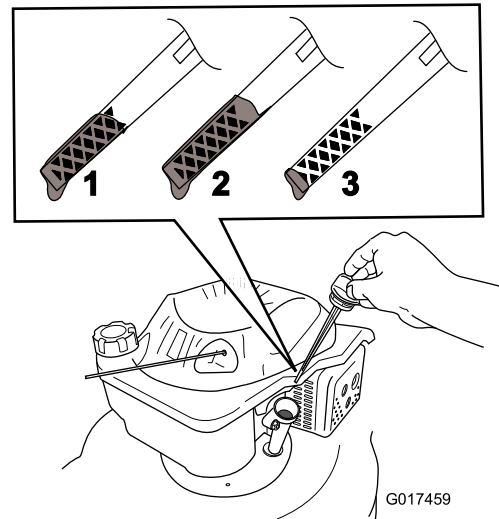

Figura 11
5. Para determinar el nivel de aceite correcto, consulte Figura 11.
- Nota:** Llene el cárter con aceite hasta que la varilla indique que el nivel del aceite del motor es correcto, según se muestra en Figura 11. Si usted llena demasiado el motor, vacíe el exceso de aceite siguiendo las instrucciones de la sección Cómo cambiar el aceite del motor.